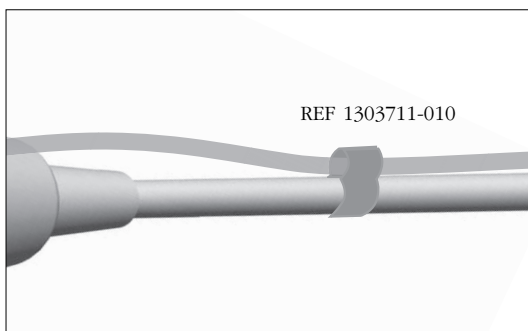

fig. 9
L. Fissare il tubo spray al cavo motore servendosi delle graffe di fissaggio ART. 1303711-010 **fig. 9**.